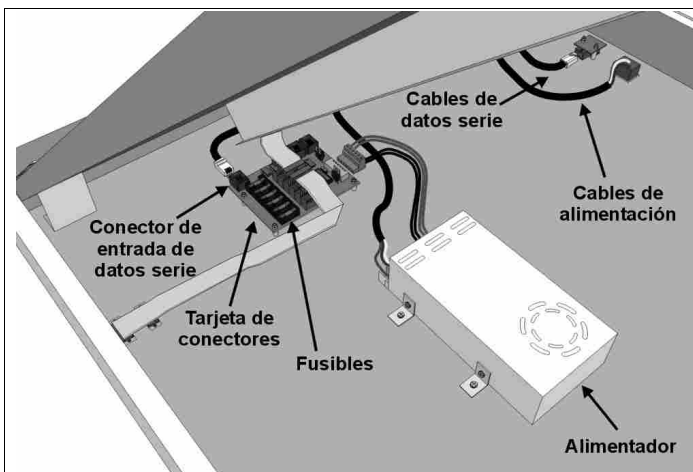
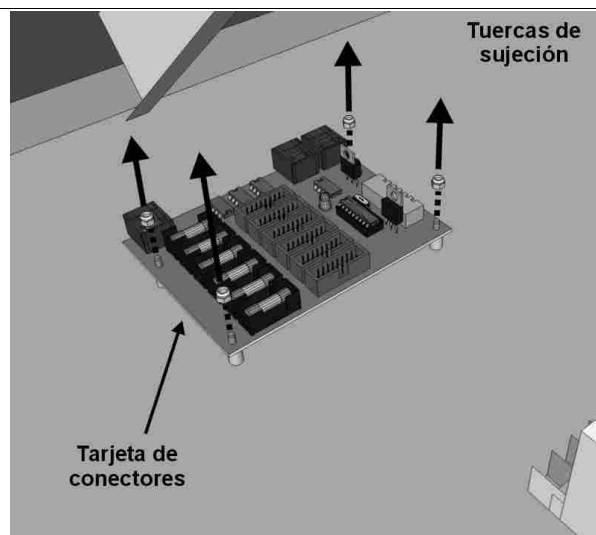

Fig. 20: Cambio de la tarjeta de conectores
Fig. 21: Sujeción de la tarjeta de conectores
- b) conecte la consola directamente al conector de datos serie de la tarjeta de conectores (Fig. 20) con un cable serie que funcione bien y conecte el marcador a la corriente;
- c) localice la tarjeta de conectores en el módulo de arriba del marcador (Fig. 20) y busque el fusible (Fig. 21) al lado del conector donde está enchufado el cable plano de 16 contactos de la tarjeta controladora anterior; cambie el fusible si se observan roturas, en caso contrario, cambie la tarjeta de conectores (véase el capítulo 7.2).
2. Localice la tarjeta de conectores (Fig. 20) y saque todos los conectores anotando su posición.
3. Desatornille las cuatro tuercas de sujeción de la tarjeta de conectores (Fig. 21) con un destornillador de 5,5 mm, sáquela de su alojamiento y monte la tarjeta nueva.